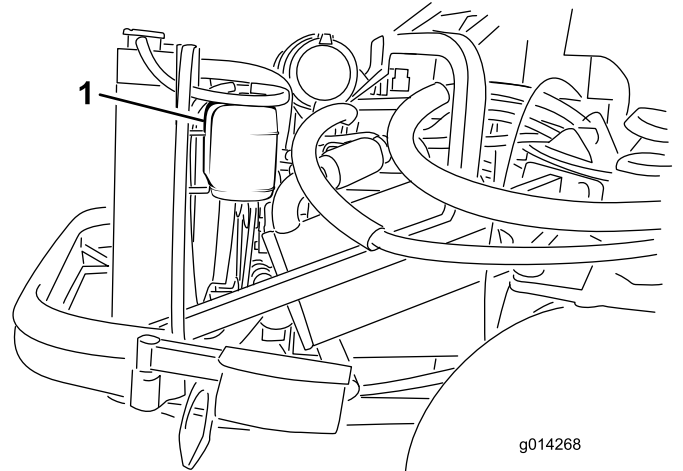

Figure 60
1. Vérifiez le niveau du liquide de refroidissement dans le vase d'expansion (Figure 60). Il doit se situer entre les repères qui figurent sur le côté du réservoir.